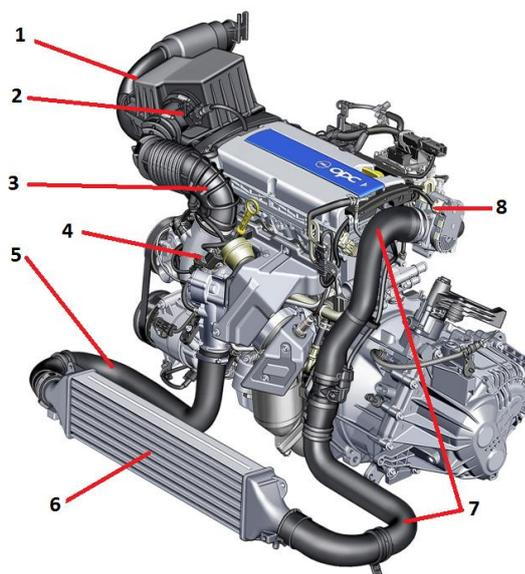

Рис. 8.4. Элементы системы впуска двигателя с турбонаддувом:
Элементы системы впуска двигателя с турбонаддувом представлены на рис. 8.4.
- Любая модификация и замена элементов 1, 3, 5, 6, 7 на рис. 8.4.